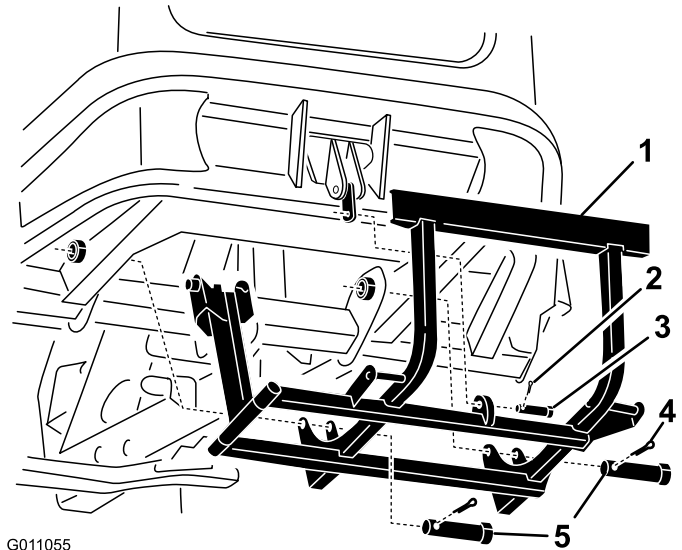

Bild 9
2. Befestigen Sie die Befestigungshalterung für das Heckfangsystem mit zwei großen Lastösenbolzen und zwei großen Splints unten an der Maschine (Bild 9).
3. Drehen Sie die Befestigungshalterung für das Hecksystem nach oben und befestigen Sie es mit einem kleinen Lastösenbolzen und einem kleinen Splint am Lenker (Bild 9).